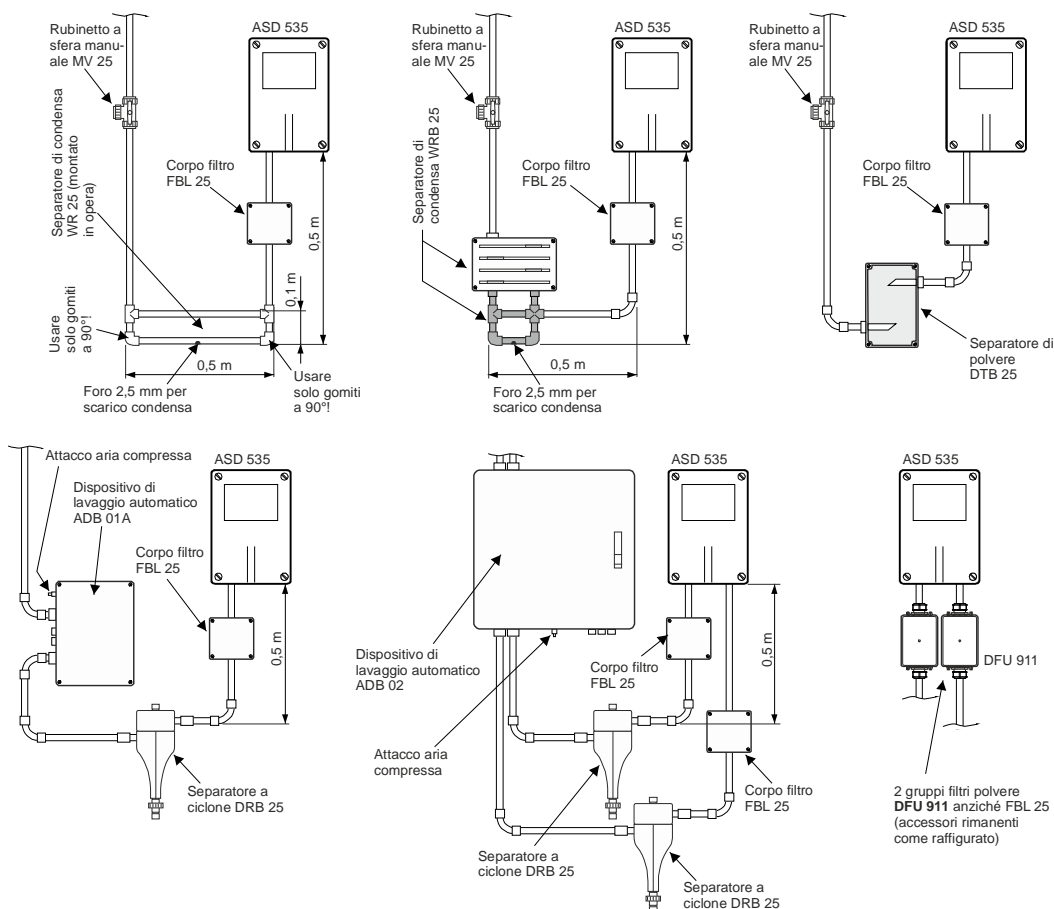

Fig. 16 Montaggio degli accessori
- Le posizioni di montaggio del separatore di condensa, del separatore di polvere e del separatore a ciclone indicate nella **Fig. 16** vanno rispettate.